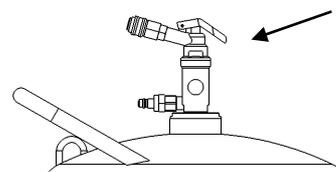

Figure 3
- Appuyer sur le levier (cf. Fig.3) de la soupape d'arrêt du récipient : le contenu du récipient est aspiré. La procédure d'aspiration peut être vérifiée sur le verre de regard de la soupape d'arrêt. Il peut arriver que le flux de produit ne soit plus visible dans le verre de regard bien que le réservoir du véhicule ne soit pas complètement vide. Le flexible d'aspiration doit alors être poussé plus loin dans
- Appuyer sur le levier de la soupape d'arrêt (cf. Fig.3) - le contenu du récipient est pompé vers le réservoir d'origine.
on n'a pas appuyé sur le levier de la soupape d'arrêt	Il faut activer le levier pendant l'opération d'aspiration ou de repompage (voir Fig.3)